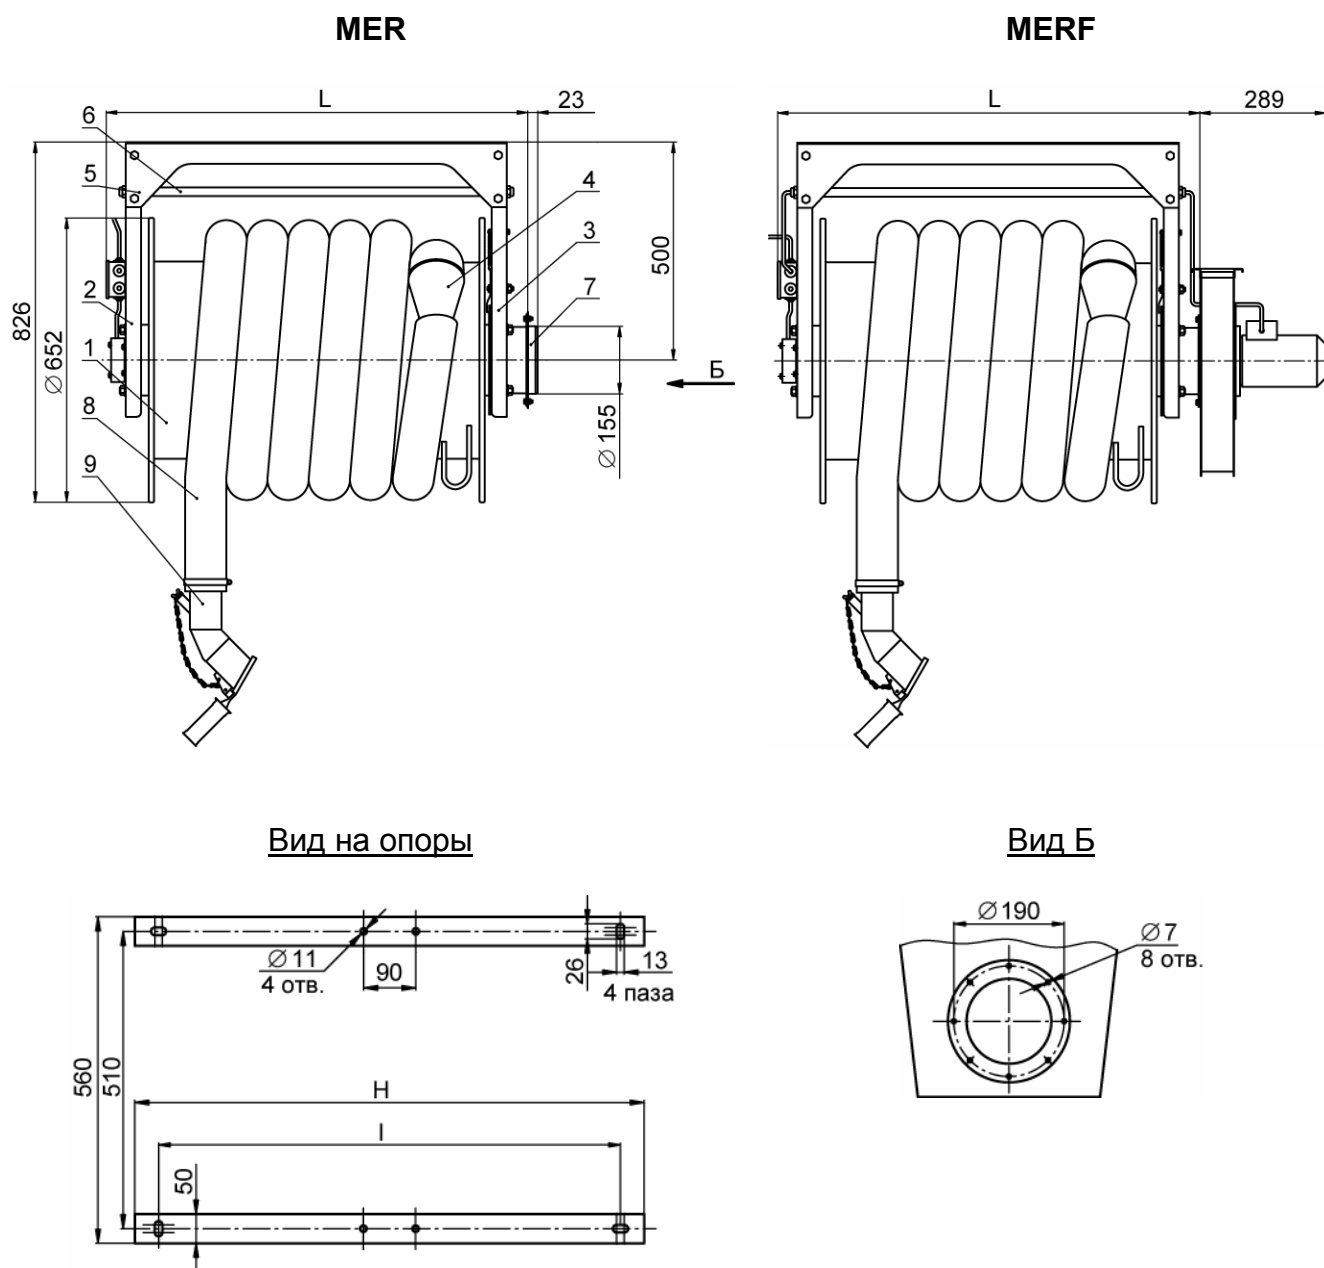

Рис. 1
3.1. Вытяжная катушка MER состоит из следующих основных узлов и деталей (см. рис. 1):